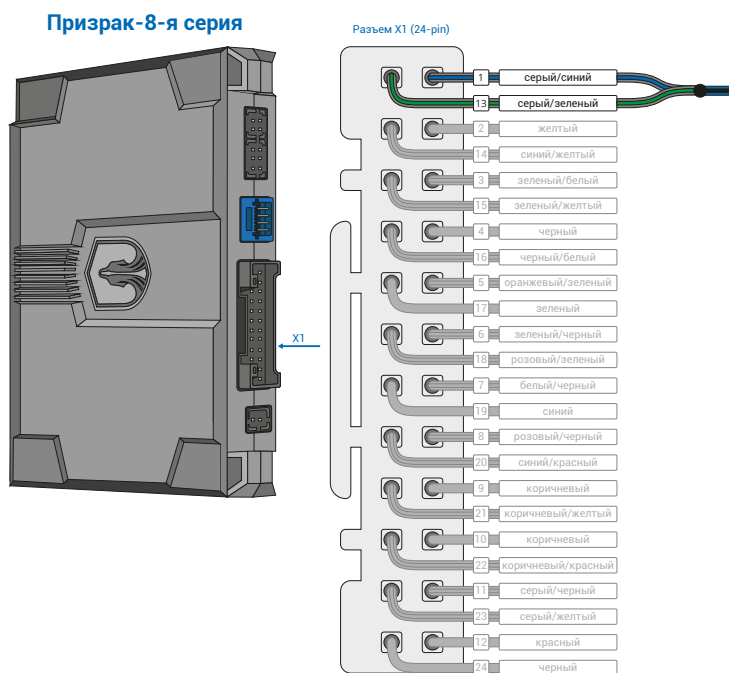
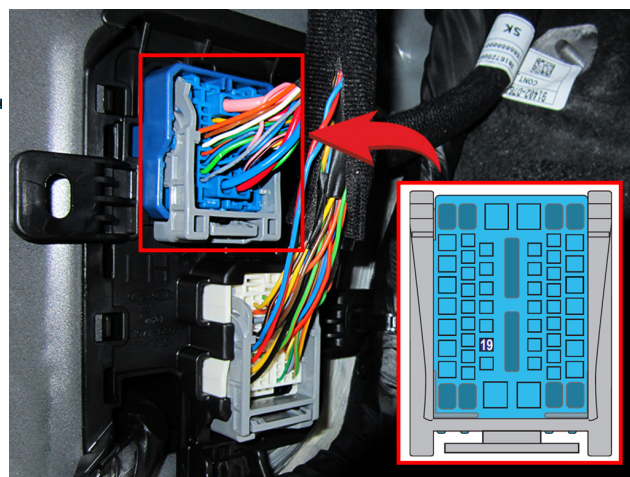

Рис.1 Призрак-8-я серия
Рис.2 Место подключения (синий/черный провод)
2. Объедините между собой серый/синий провод (контакт №1) и серый/зеленый провод (контакт №13), находящиеся в разъеме X1 (см. рис.1). Подключите их к шине данных а/м: синий/черный провод (контакт №19) за левой кик панелью в синем разъеме (см. рис. 2).